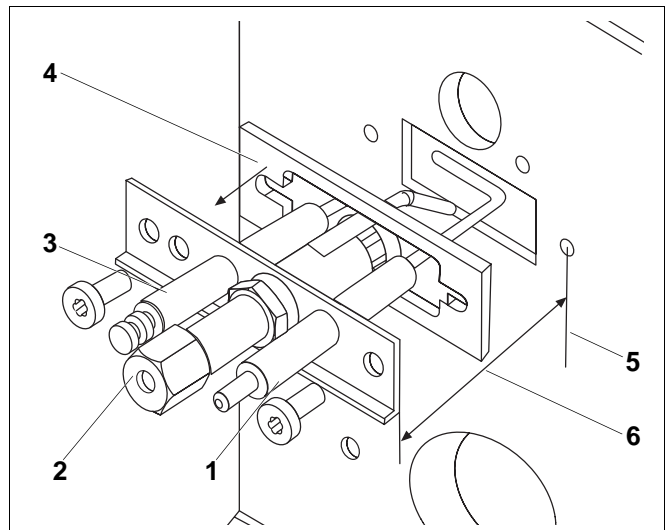

Abb. 1 Einbausituation Zündbrenner AE
- Zündbrenner, daran montiert Klemmring und Mutter für Startgasleitung Ø 4 mm (Abb. 1),
- Distanzstücke (Abb. 1, **Pos. 4**),
- Prüfen, ob das Abstandsmaß "X" (Abb. 1, **Pos. 6**) die Montage von Distanzstücken erforderlich macht, siehe Tab. 1.
- Distanzstücke auf neuen Zündbrenner montieren (**nicht** bei Logano G124/G134/G434) und neuen Zündbrenner einbauen. Dabei auf die Einbaulage achten: Zündelektrode links (Abb. 1, **Pos. 3**), Ionisationselektrode rechts (Abb. 1, **Pos. 1**).
Legende für Abb. 1